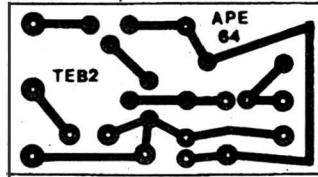

Fig.2
- **FIG. 2 - LAY OUT DO CIRCUITO IMPRESSO ESPECÍFICO - UM AVISO:** conforme já deve ter dado pra notar (basta olhar a duplicidade dos componentes, na **LISTA DE PEÇAS...**) o conjunto do **TEB2** é formado por **dois** módulos idênticos... Por óbvias razões, ao lon-